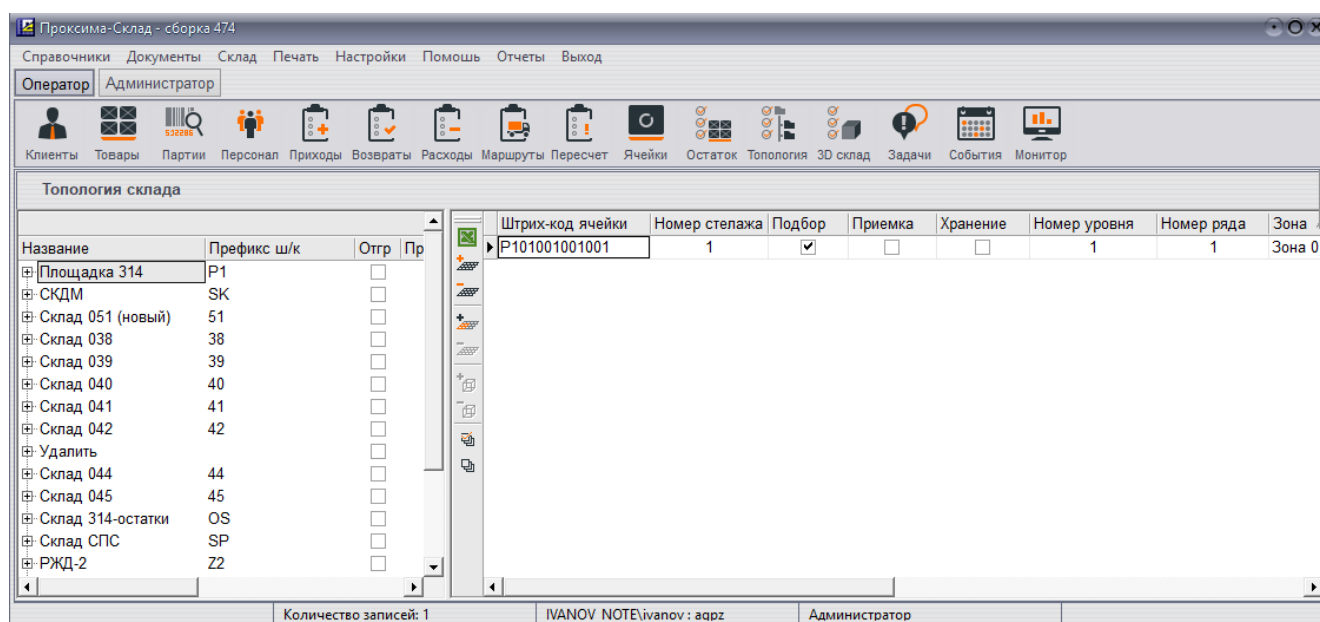

Рисунок 17.1.
- **ШК ячейки** (рис. 17.1 маркер 1) – код ячейки, состоящий из 13 символов, полученный значений сцепкой значений: «Префикс склада (2 символа)» + «Префикс Зоны (2 символа)» + «Номер ряда (3 цифры)» + «Номер ячейки (3 цифры)» + «Номер яруса (3 цифры)».
- **Название ячейки** (рис. 17.1 маркер 1) – предназначено для визуальной идентификации ячейки сотрудником с ТСД при распечатывании этикетки ячейки (рис. 20.1);